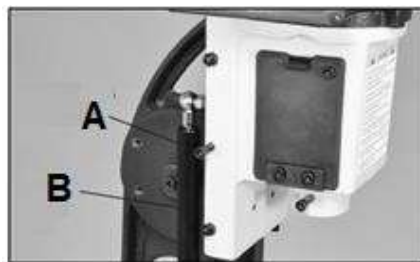

Рис. 2
1. Ослабьте стопорный винт головки (А, поз. 64), расположенный в ее левой части рядом с пневмоупором (В, поз. 57). Рис. 2.